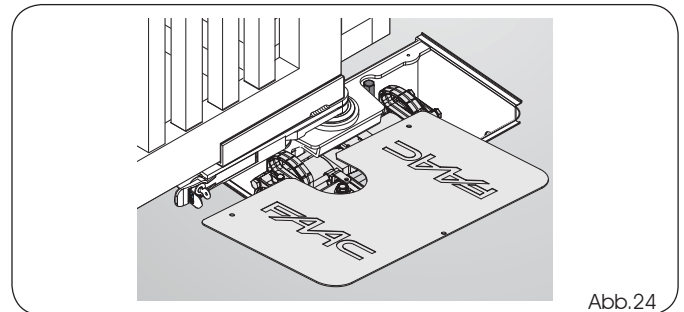

Abb.24
- 2) Den Deckel des Gehäuses mit den mitgelieferten Schrauben befestigen (Abb. 24 und 25).